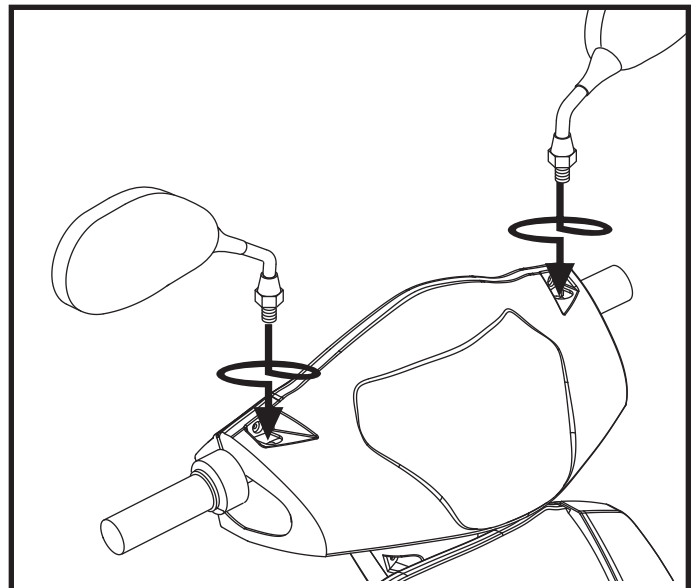

Figure 15. Installation/réglage de la position du miroir
1. Insérez la partie fileté du miroir et faites-le pivoter dans le sens des aiguilles d'une montre jusqu'à ce qu'il soit bien serré. **Voir la figure 15.**
2. Ajustez le miroir afin d'obtenir une bonne vision arrière. **Voir la figure 15.**